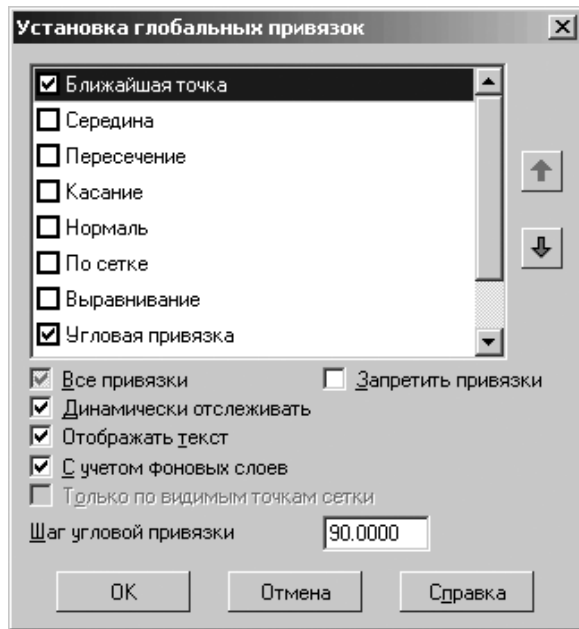

Рис. 2.38. Диалоговое окно **Установка глобальных привязок** с привязками для построения эскиза вращения вала
- установите в диалоговом окне **Установка глобальных привязок** только привязки следующих типов: **Ближайшая точка** и **Угловая привязка**, а в текстовом поле **Шаг угловой привязки** 90. Эти установки показаны на рис. 2.38;